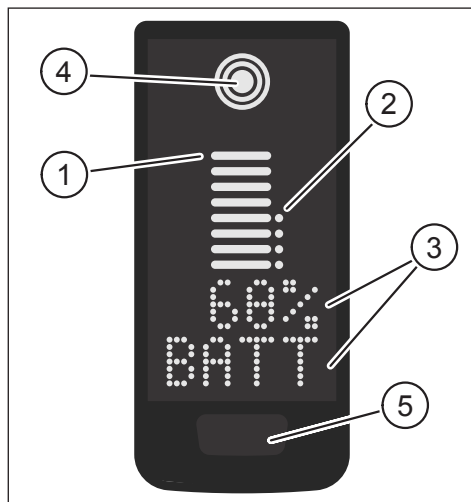
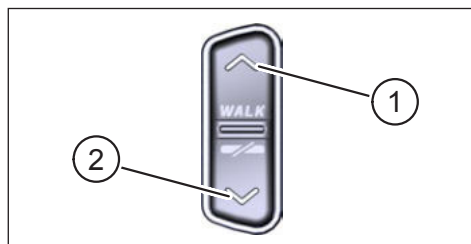

Abb. 1: Bedien- und Anzeigeelemente am Display
Abb. 2: Bedienelemente an der Remote
Pos. in Abb. 1	Beschreibung
Pos. in Abb. 2	Beschreibung
- ▶ Halten Sie die Bedientaste am Display (Pos. 5 in Abb. 1) und die Bedientaste UNTEN an der Remote (Pos. 2 in Abb. 2) für mindestens 5 s gedrückt.
- ▶ Mit einem **Doppelklick** auf die Bedientaste am Display (Pos. 5 in Abb. 1) wechseln Sie zur nächsten Bildschirmansicht.